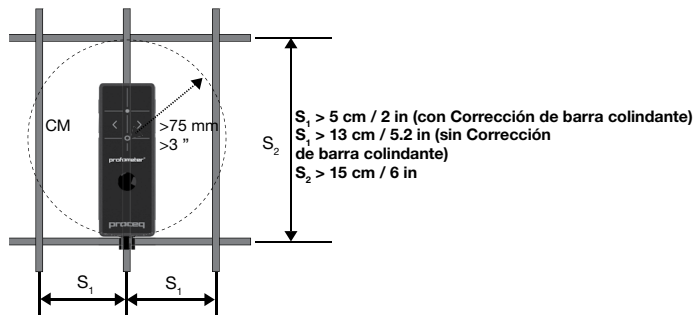

Figura 29: Distancia entre barras mínima para medición de diámetros
- Evaluar la disposición de la barra y determinar la ubicación ideal para medir el diámetro y la cobertura en conformidad con los requerimientos mínimos de distancia entre barras (véase Figura 29): Si la distancia entre barras S_1 paralelas es de 5 cm a 13 cm (2.0 " a 5.2 "), ajustar primero el valor de corrección de barra colindante.
La precisión de medición de diámetro es una función complicada del tamaño y la distancia entre barras tanto de la primera como la segunda capa. Para cualquier objetivo práctico, cuando se satisfacen las exigencias de distancia entre barras mínima (véase Figura 29 del modo especificado en las especificaciones técnicas, $S_1 > 5 \text{ cm} / 2 \text{ in}$, $S_2 > 15 \text{ cm} / 6 \text{ in}$), se podrá resumir del modo especificado en las especificaciones técnicas, es decir ± 1 del tamaño de barra.